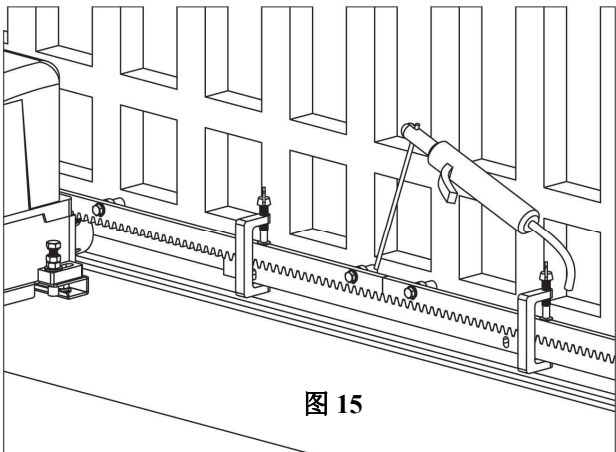

图 15
6.4. 在固定下一段齿条时使用另一段齿条置于两齿条下方按图15操作确保正确啮合。